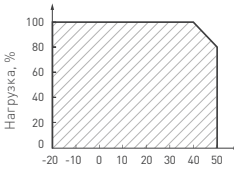

Рис. 3. Максимальная допустимая нагрузка, % от мощности источника
- 4.3. Не нагружайте источник питания более чем на 80% от его максимальной мощности. Учтите, что с повышением температуры окружающей среды максимальная мощность источника питания снижается, см. график зависимости на рис. 3.